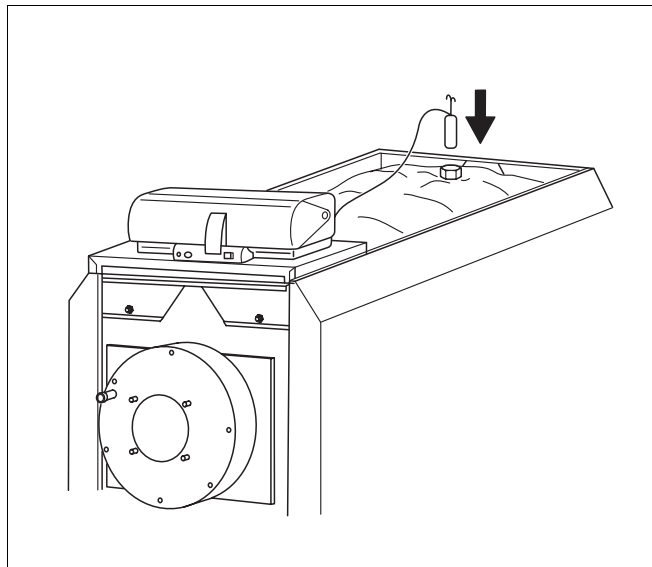

Fig. 19 Føler til følerlomme
- Før kapillærrørene med føler hen til følerlommen (fig. 19).
- Indfør føleren i følerlommen indtil anslag (målested M, se side 7 på fig. 1) (fig. 19).